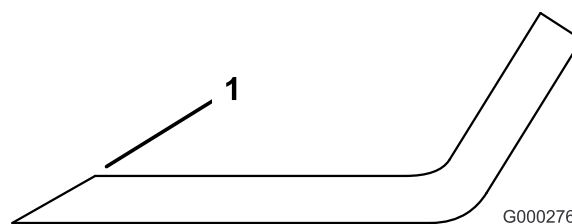

Figura 23
3. Esaminare i taglienti di tutte le lame, e affilatele se fossero ottusi o scheggiati. Affilate soltanto la parte superiore del tagliente e mantenete l'angolo di taglio originale per garantire l'affilatezza (Figura 23). La lama rimane bilanciata soltanto se viene rimossa una quantità uguale di metallo da entrambi i taglienti.